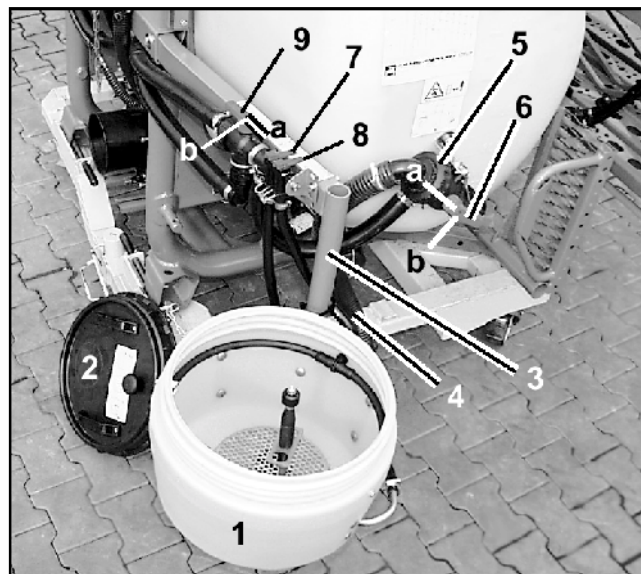

Fig. 10.20
- 3-vejshane (fig. 10.20/ 6) luk (position "b").
- 3-vejshanen (fig. 10.20/ 9) drejes i position "a".
- Når der er suget nok vand op i sprøjteveskebeholderen, skal 3-vejshanen (fig. 10.20/ 9) drejes om i position "b".